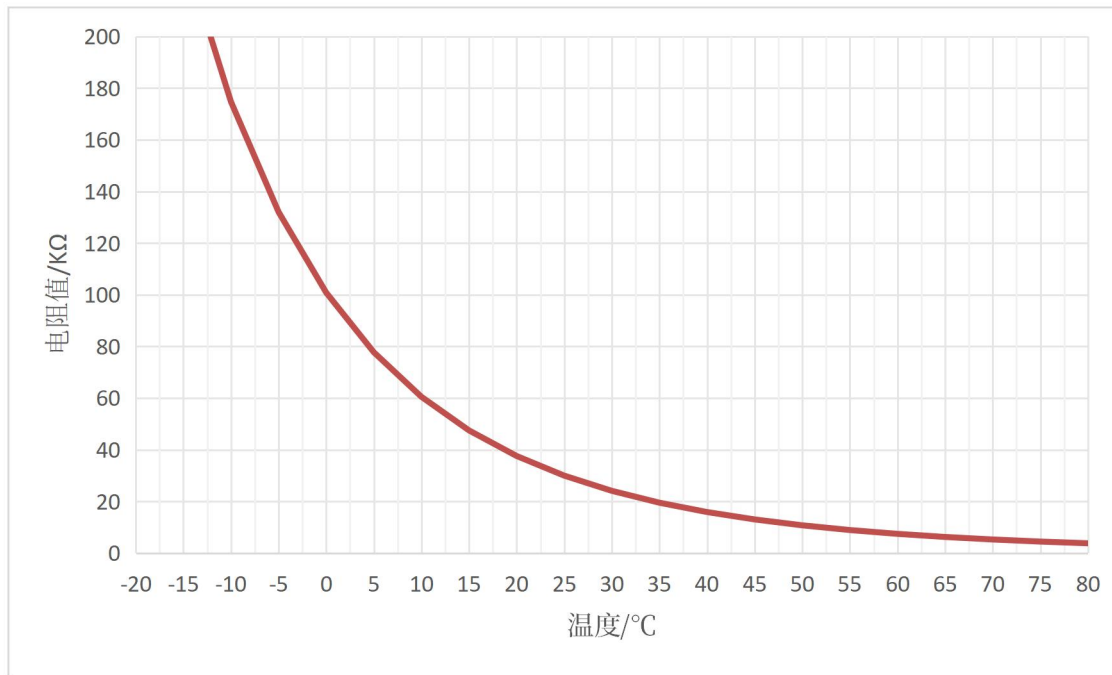

图 3-6 热敏电阻温度值计算曲线图
- 3) 电阻对温度的变化，温度特征 R_x ，计算曲线如下图 3-6 所示。